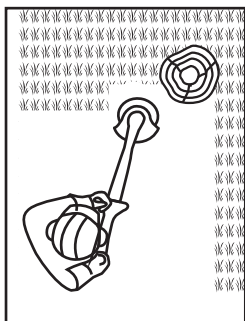

Fig. 19
4. Puxe o protetor de plantas (13) para fora para evitar que o dispositivo de corte entre em contacto com objetos rígidos, como paredes e lancis (Fig. 19, 20).